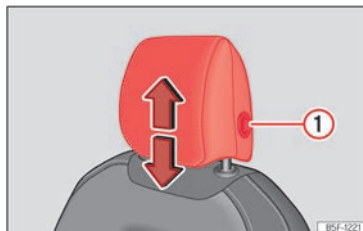
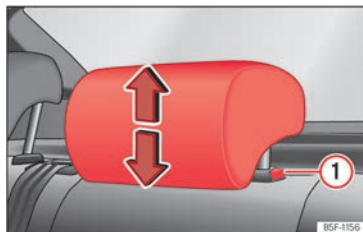

Abb. 97 Vordersitz: Kopfstützeinstellung.
Abb. 98 Kopfstütze hinten: Kopfstützeinstellung.
drücken Sie die seitliche Taste ① » (Abb. 97), » (Abb. 98).